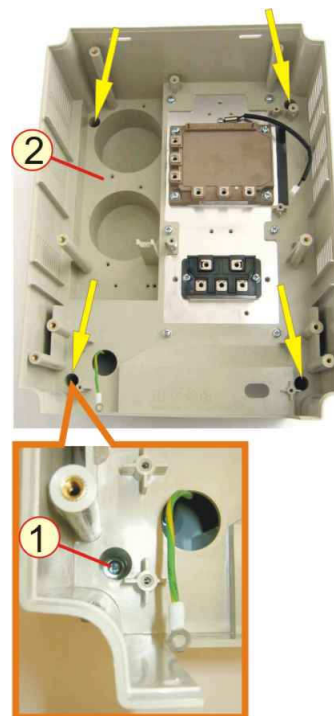

Рис.6.26
**6.16.1** Выкрутить четыре винта 1 в углублениях корпуса 2 (рис.6.26). Положить винты в тару.